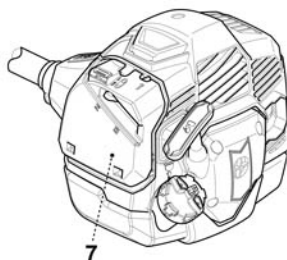

Рис. 12
- > Если двигатель холодный, нажмите на заливной насос [7] во время запуска (рис. 12).